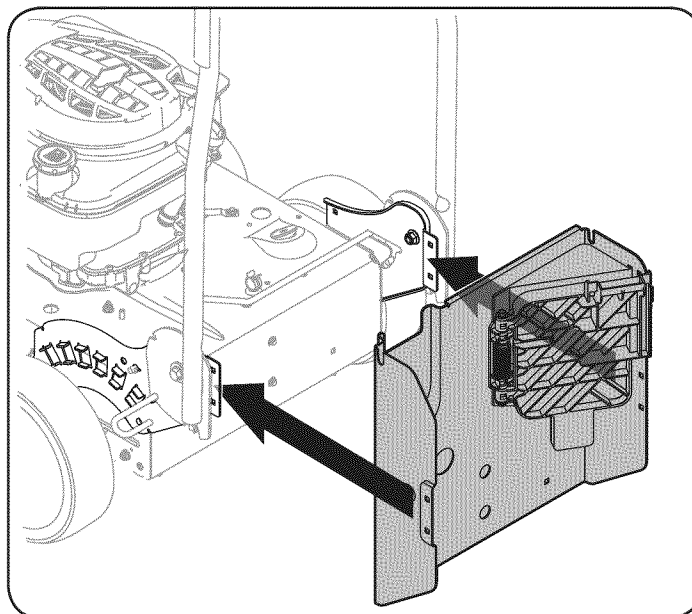

Figura 3
- Deslice la ménsula de soporte de la embolsadora (n.º de pieza de ref. 9) sobre la parte posterior del bastidor de la cortadora de césped de manera que las extensiones laterales de la ménsula queden orientadas hacia atrás, y la puerta de descarga trasera quede ubicada en el vértice superior derecho. Vea la Figura 3.
- Se deben alinear los dos orificios que están a ambos lados de la ménsula de soporte trasera con los orificios de los soportes de las ruedas de la cortadora de césped. Vea la Figura 3.